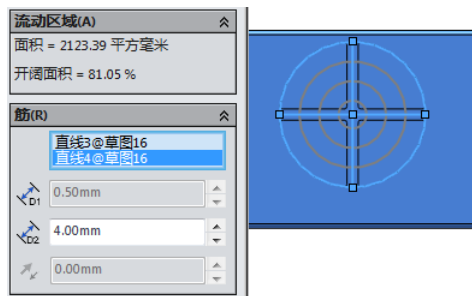
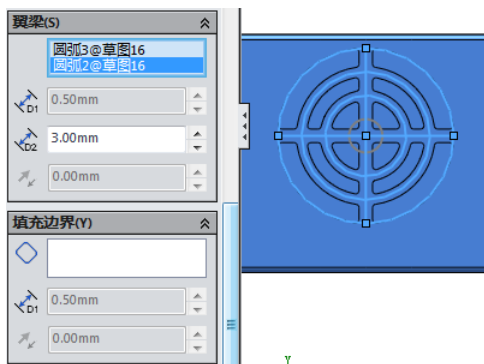
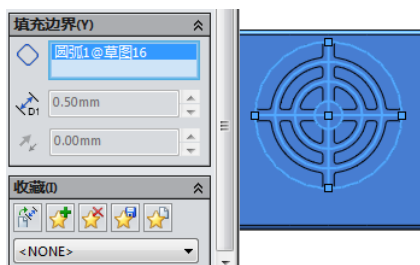
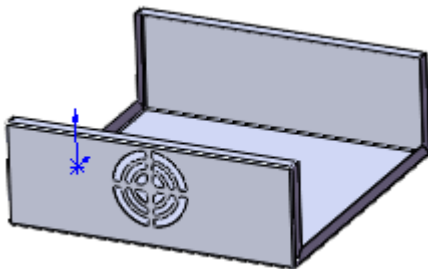

图 11-53 选择通风口筋
图 11-54 选择通风口翼梁
图 11-55 选择填充边界
图 11-56 生成的通风口
②在草图中选择两条互相垂直的直线作为通风口的筋，键入筋的宽度数值 4，如图 11-53 所示。在草图中选择中间的两个圆作为通风口的翼梁，键入翼梁的宽度数值 3，如图 11-54 所示。在草图中选择最小直径的圆作为通风口的填充边界，如图 11-55 所示。设置结束后单击“确定”按钮，生成通风口如图 11-56 所示。